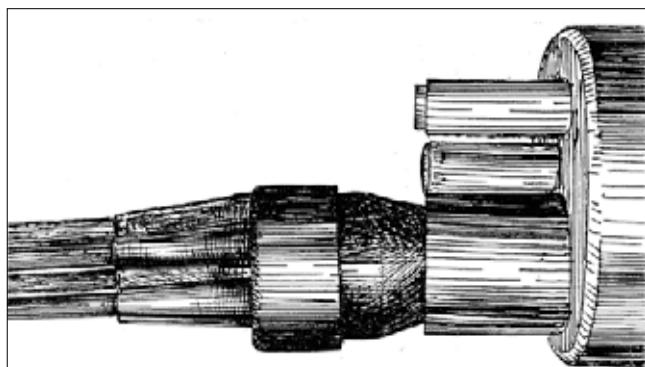

Рис. 3.16. Подготовка кабельного ввода к герметизации
**3.8.3.** Полиэтиленовый корпус узкой цилиндрической частью вводят в овалный патрубок (Рис. 3.16.).